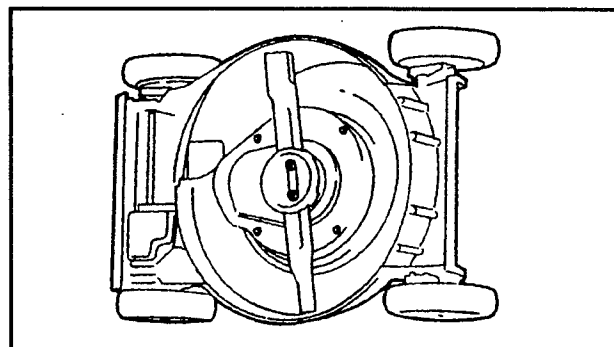

Figure 34
3. Basculer la tondeuse sur le côté droit (fig. 34).